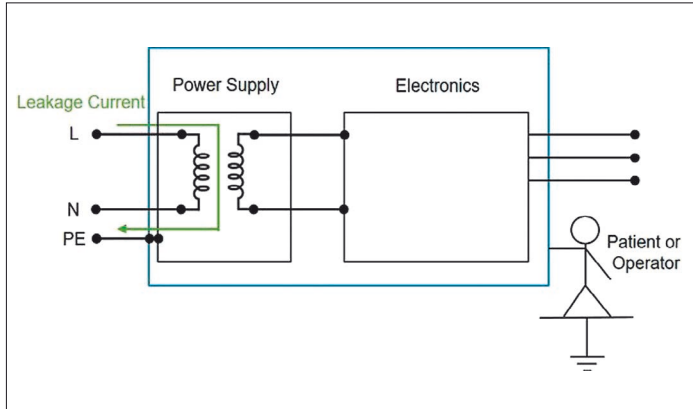

Bild 3: Weg des Erdableitstroms
Der Ableitstrom fließt vom Primärkreis durch oder über die Isolierung in den Schutzleiter (PE). Beim Berühren des medizinischen Geräts fließt kein Strom vom Gehäuse über den Patienten oder den Bediener (Bild 3, Tabelle 1).